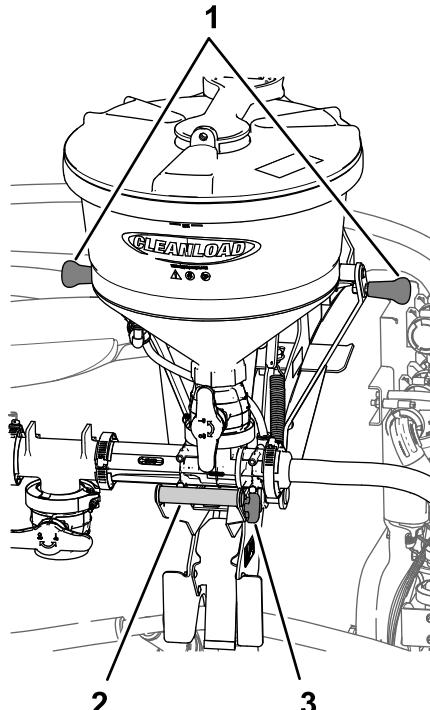
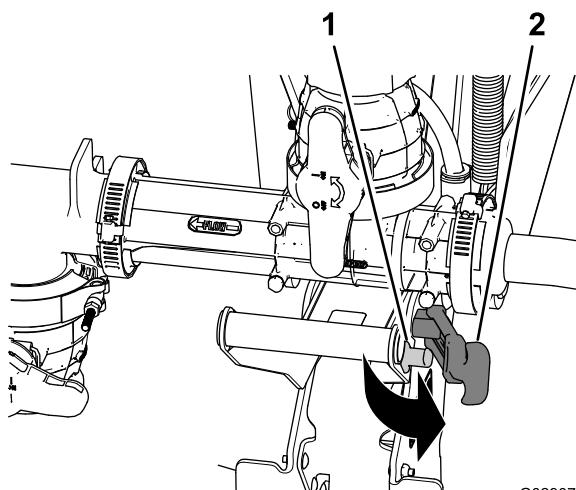
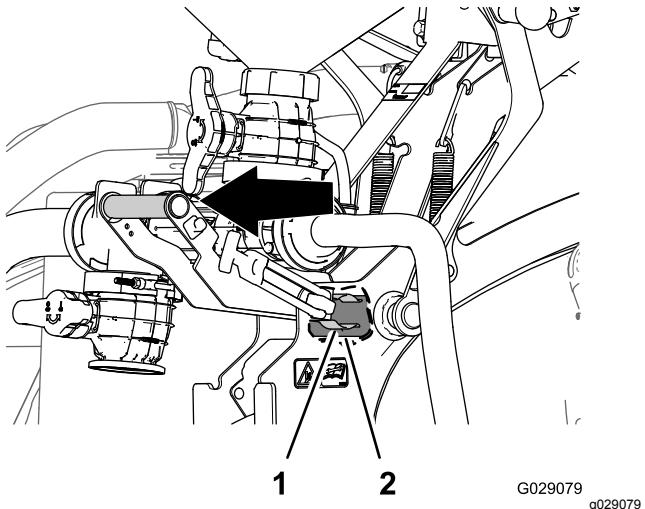

Рисунок 35
Рисунок 36
Рисунок 37
1. Возьмитесь за рукоятку эдуктора и потяните рукоятку защелки от ее стойки (Рисунок 35 и Рисунок 36).
- Возьмитесь за рукоятку в верхней части люльки и потяните рукоятку эдуктора наружу так, чтобы пружинный хомут отсоединился от шарнирной трубы (Рисунок 35 и Рисунок 37).
- Наденьте рукоятку защелки на стойку защелки (Рисунок 36).